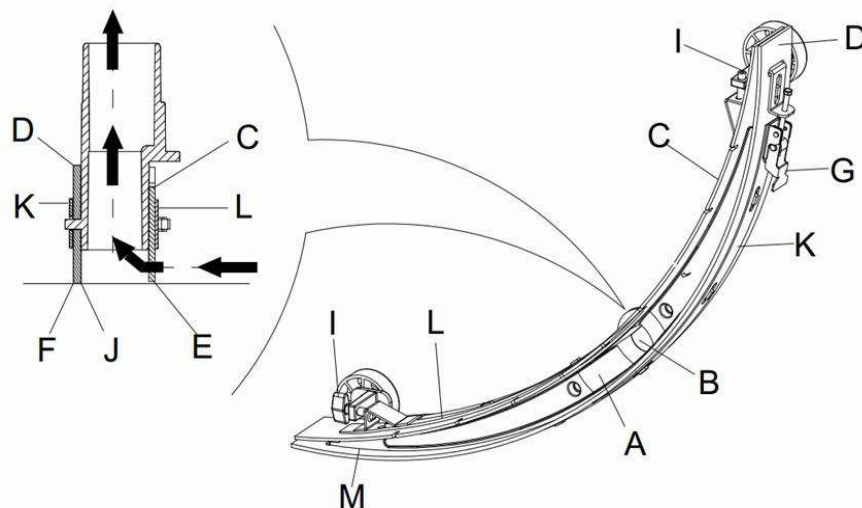

Figure 10
2. Appuyez sur l'interrupteur d'alimentation (38) sur la position "O" pour éteindre la machine.
3. Dévissez les molettes (16) de la raclette, débranchez le flexible d'aspiration de la raclette puis retirez la raclette.
4. Utilisez la poignée de levage de la raclette (14) pour soulever le cadre de support de la raclette.
5. Nettoyez la raclette (**Figure 10**). Nettoyez en particulier la rainure (**A**, **Figure 10**) ainsi que les saletés et les fragments dans le tube d'aspiration. Vérifiez si la bavette avant (C) et la bavette arrière (D) de la raclette sont intactes et s'il n'y a pas de bords usés ou déchirés. Remplacez-les si nécessaire (voir les étapes dans la partie suivante).
1. Suivez les méthodes indiquées dans la section précédente pour nettoyer la raclette (**Figure 10**)
2. Vérifiez le bord (**E**, **Figure 10**) de la bavette avant de la raclette et le bord (**F**) de la bavette arrière (**D**) de la raclette. Sur toute la longueur, ils doivent au même niveau. Dans le cas contraire, réglez leurs hauteurs grâce à la procédure suivante.